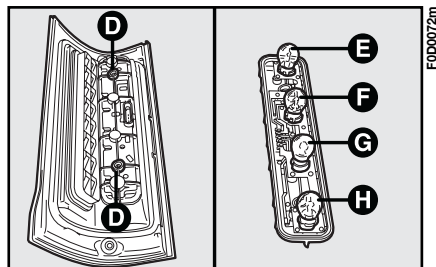

fig. 21
- 3) svitare le 2 viti **D-fig. 21** ed asportare il gruppo lampade: